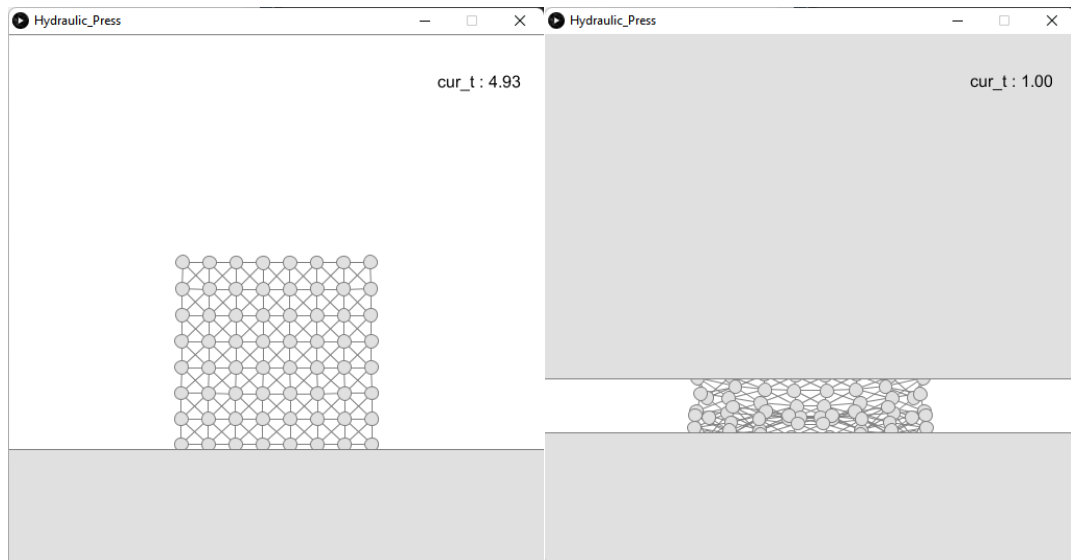

図1. 授業通りのプログラム (左) 液圧プレスシミュレーション (右)
- (ア) `showTime: true` ならば図1のように、現在の時間をシミュレーションウインドウに表示する。